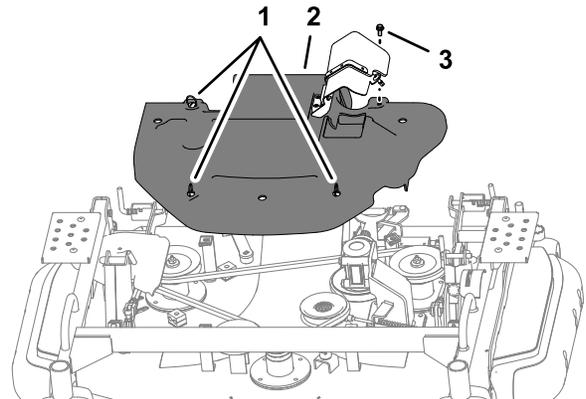

Figure 116
1. Tournez les 3 fixations quart-de-tout dans le sens antihoraire (Figure 116).
2. Desserrez le boulon (Figure 116).
1. Alignez les fixations quart-de-tout du protège-courroie sur les écrous à clip du plateau de coupe ; voir Figure 116 sous Dépose du protège-courroie \(page 81\).
3. Vissez le boulon du protège-courroie dans l'écrou à clip du plateau de coupe ; voir Figure 116 sous Dépose du protège-courroie \(page 81\).